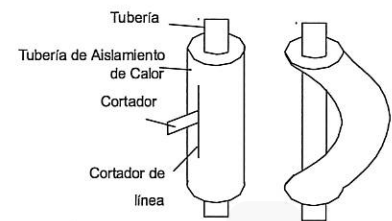

Fig.11
(2) No doble las tuberías en un ángulo mayor a 90°.
(3) Cuando las tuberías están repetidamente dobladas o estiradas, el material se endurecerá, haciendo que sea difícil doblarlas o estirarlas una vez más. No doble o estire las tuberías más de tres veces.
(4) Cuando dobla la tubería, no la doble así. La tubería se colapsaría. en este caso, corte la tubería de aislamiento de calor con un cortador como se muestra en la Fig.11, y dóblela después de exponer la tubería. Después de doblar la tubería como usted quiera, asegúrese de poner la tubería de aislamiento de calor de regreso en la tubería, y asegúrela con cinta.